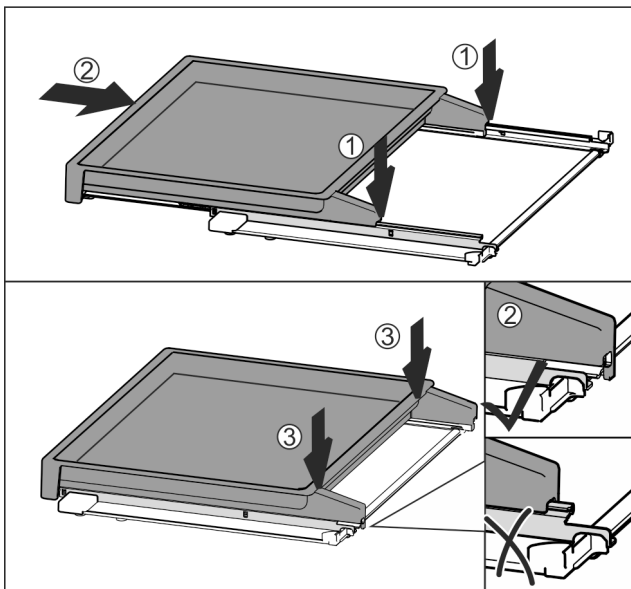

Fig. 113
- ▶ Поставете в средата върху релсите Fig. 113 (1).
- ▶ Вкарайте изцяло изтеглящата се дъска Fig. 113 (2).
- ▶ Натиснете от задната страна, докато се фиксира с щракване Fig. 113 (3).